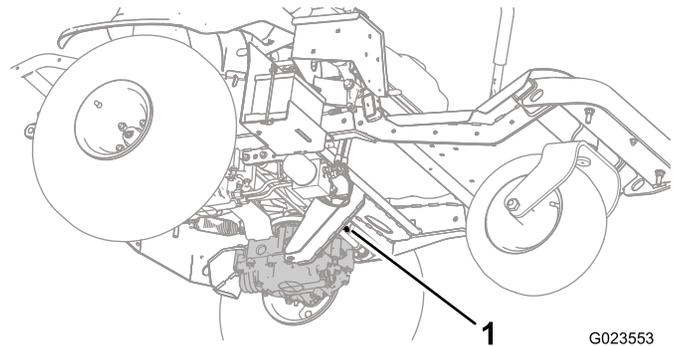
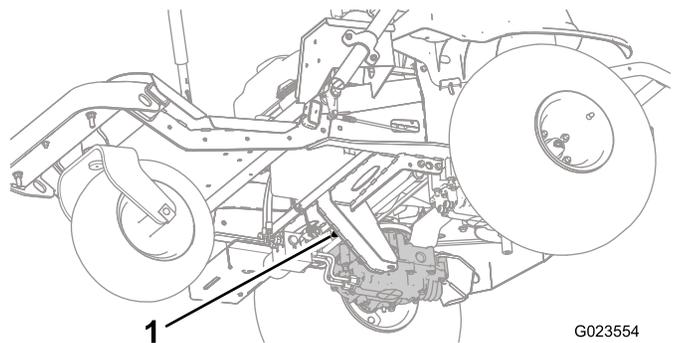

图28
图29
3. 从机器下方，旋转旁通阀控制杆（图28和图29），让它们朝内指向机器中心（图30），并释放手刹；请参阅松开手刹（页码21）。